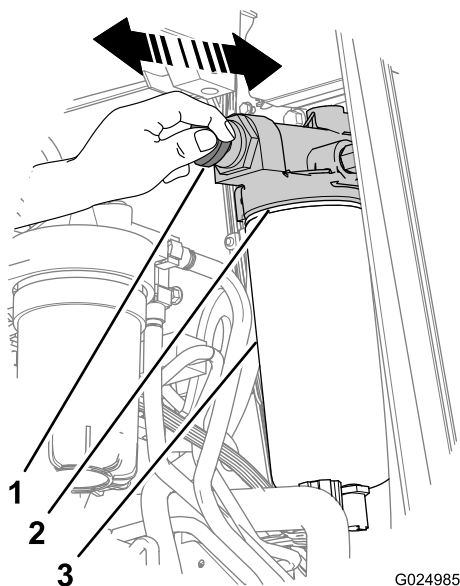

Figura 76
3. Pulite la testa della pompa del carburante e la pompa di innesco utilizzando un detergente spray ad asciugatura rapida e aria compressa (Figura 76).
4. Sbloccate la maniglia della pompa di innesco ruotandolo **in senso antiorario** (Figura 76).
5. Pompate la maniglia di innesco (Figura 76) fino a quando non sentite una resistenza e non è più possibile pompare la maniglia (circa 140-150 movimenti per filtri asciutti o 20-60 movimenti per filtri pre-riempiti).
6. Bloccate la maniglia della pompa di innesco manuale girandola in senso orario finché non è completamente in sede (Figura 76).